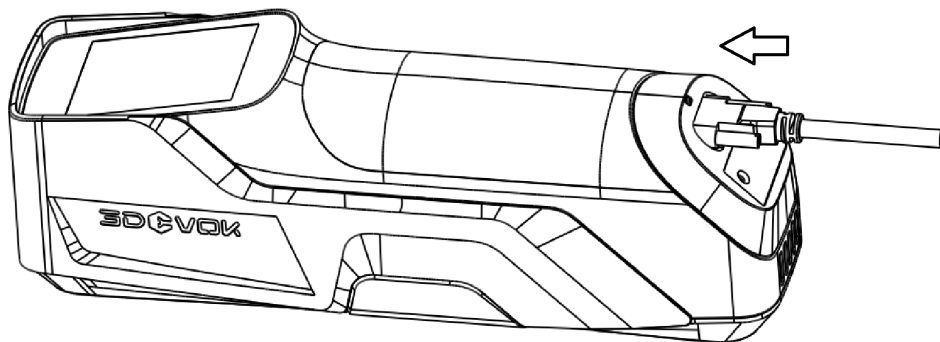

图 4-6 USB 传输线缆接入设备示意图
1、将 USB 线缆的一端连接到电脑 USB 3.0 接口（如果是台式机，要插在机箱后面的 USB3.0 接口），再将另一端连接至设备底部（见箭头方向），将螺丝拧紧，如图 4-6 所示。